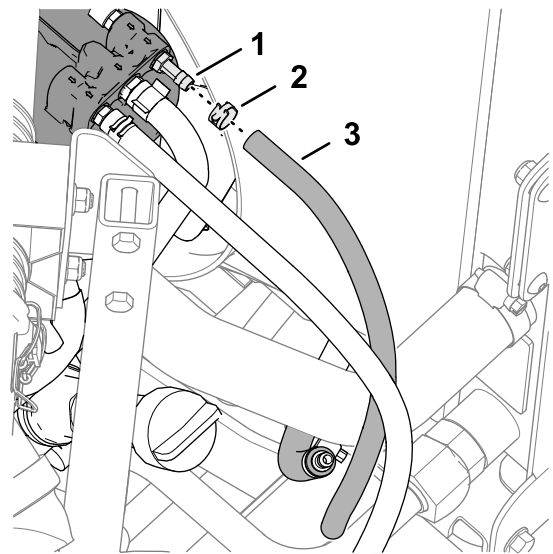

Figura 17
1. Monte la manguera de combustible de 6,4 x 457 mm en el acoplamiento situado más hacia atrás del cabezal del filtro de combustible con una abrazadera tipo muelle (Figura 17).